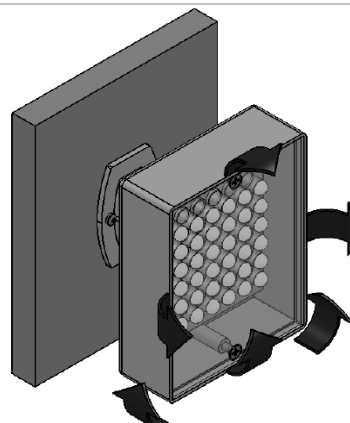
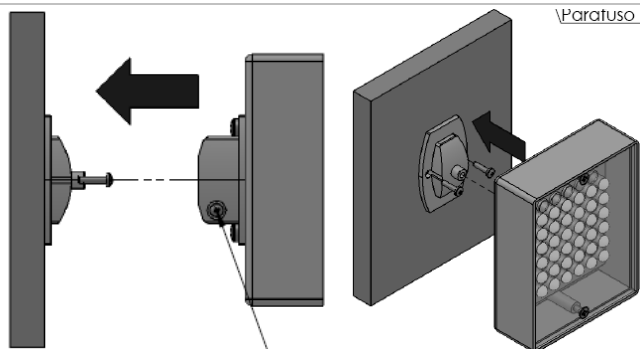

Figura 2: Detalhe da luminária montada com as articulações possíveis.
Figura 1: Modo de fixação da luminária.
3. Após as conexões necessárias, fixar a luminária conforme ilustra a figura 1 e figura 2.